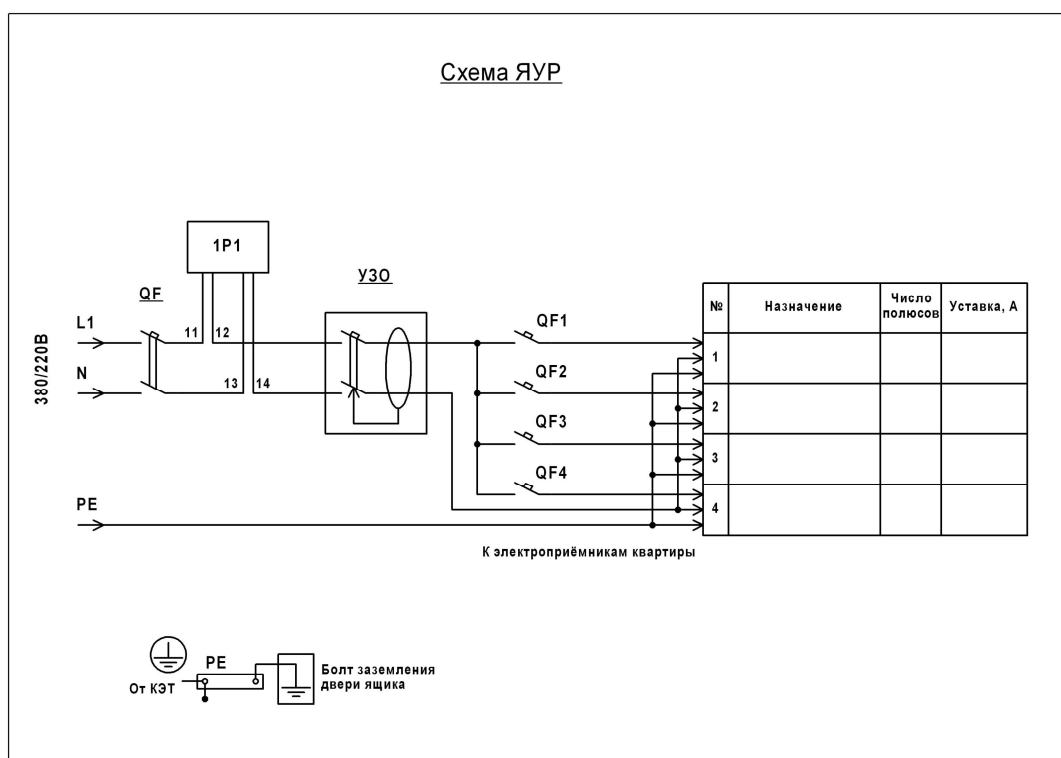

Рис. 3.5.2 Схема №1
- Х** - номер схемы (рис. 3.5.2 – 3.5.5):
пхХА, - сведения об однополюсных автоматических выключателях распределения групповых линий ЯУР с однофазным вводом (для схемы рис. 3.5.2):
Принципиальные электрические схемы возможных подключений приведены на рис. 3.5.2-3.5.5 в зависимости от ввода.
В ЯУР имеется место под электрический счётчик. ЯУР выполняются по схемам приведенным на **рис. 3.5.2-3.5.5**. Конструкция обеспечивает возможность установки пломбы на отсеке аппарата ввода для предотвращения несанкционированного доступа к его органу управления и клеммам, а защитные автоматы распределения устанавливаются за защитной панелью. В комплекте с ЯУР поставляется провод для соединения вводного аппарата ЯУР с ответвительными сжимами, которые служат для подключения ЯУР к питающим (стояковым) проводам. Провод поставляется бухтой необходимой длины, а сами ответвительные сжимы устанавливаются монтажной организацией.